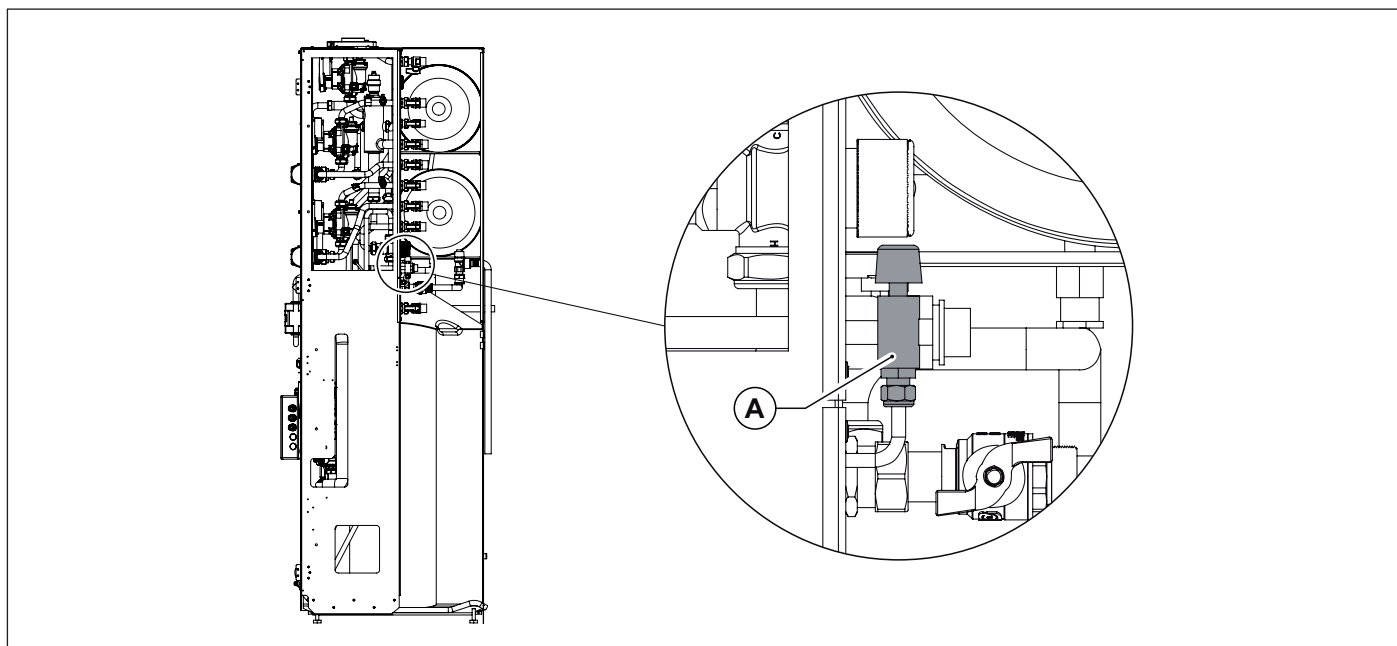

Fig. 3 Rubinetto di carico
Nel caso dovesse lampeggiare l'errore **E04** di blocco per pressione impianto insufficiente (che segnala l'intervento del pressostato acqua di sicurezza) provvedere al riempimento dell'impianto agendo sul rubinetto di carico in Fig. 3 Rubinetto di carico. L'errore **E04** viene visualizzato quando la pressione impianto scende sotto il valore di 0,4 bar e l'errore si resetta automaticamente quando la pressione dell'impianto raggiungerà la soglia di 1,0 bar. Il valore della pressione a caldaia fredda deve essere di $1 \div 1,3$ bar.
- ruotare la manopola del rubinetto di carico Fig. 3 Rubinetto di carico in senso antiorario per permettere l'ingresso dell'acqua in caldaia;